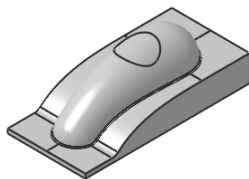

图 3-197 打开的模型文件(3)
1) 启动 CATIA V5 R20 后, 单击工具栏上的打开按钮, 打开选择文件对话框, 选择“yingqingzhao.catpart”(随书光盘: \第 3 章\3.3\uncompleted\yingqingzhao.catpart), 单击“OK”按钮, 打开的模型文件(3)如图 3-197 所示。
1) 单击“Geometry Management”工具栏上的“Creates rough stock”按钮, 系统弹出“Rough Stock”对话框(1), 激活“Part body”编辑框, 选择如图 3-197 所示的模型零件为目标加工零件。